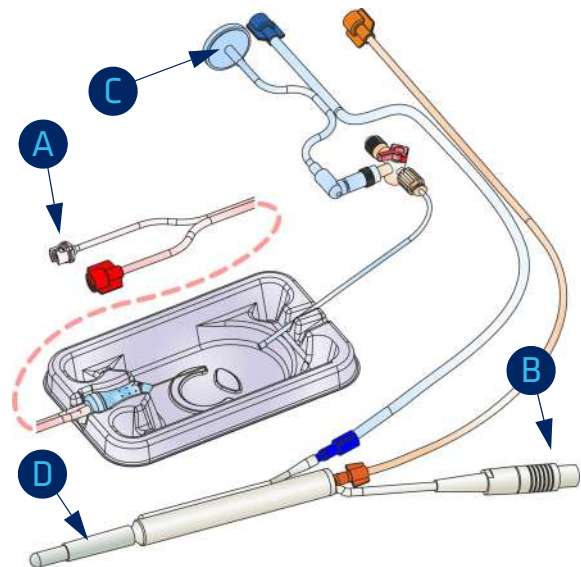

Fig. 61: Preparação para uso (combinado)
- ➡ 6. Gire a válvula de 2 vias para: Ar **DESLIGADO** (fig. 61)